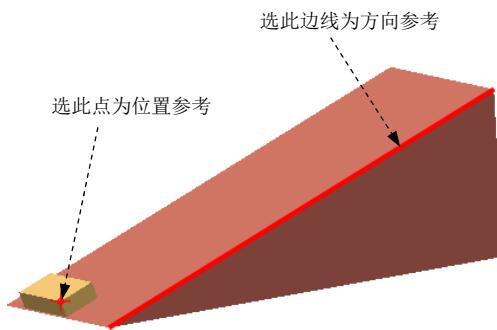

图 5.7.2 选取参考对象
- (2) 定义力的类型。在 **类型** 下拉列表中选择 **点力** 选项。
- (3) 定义力的位置参考。在机构中选择图 5.7.2 所示的点为力的位置参考。
(5) 定义力的方向。在对话框中单击 **方向** 选项卡，系统显示图 5.7.4 所示的方向定义界面；在 **定义方向** 下拉列表中选择 **直边、曲线或轴** 选项，然后选择图 5.7.2 所示的边线为力的方向参考，单击 **反向** 按钮使力的方向如图 5.7.5 所示。